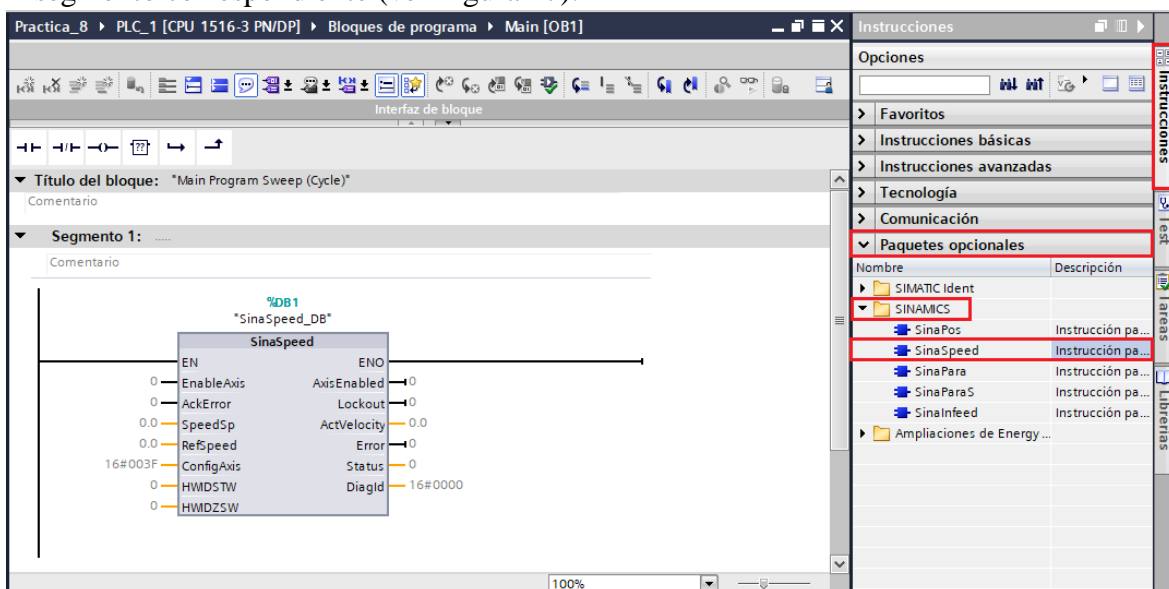

Figura 27. Agregar bloque SinaSpeed.
- En el primer y segundo segmento se configurará el bloque de comunicación SINA-SPEED Telegrama 1 para cada variador. Para agregar el bloque SINA_SPEED ubicarse “**Instrucciones**” / “**Paquetes opcionales**” / “**SINAMICS**” / “**SinaSpeed**” y dar doble clic para agregar al segmento correspondiente (ver Figura 27).